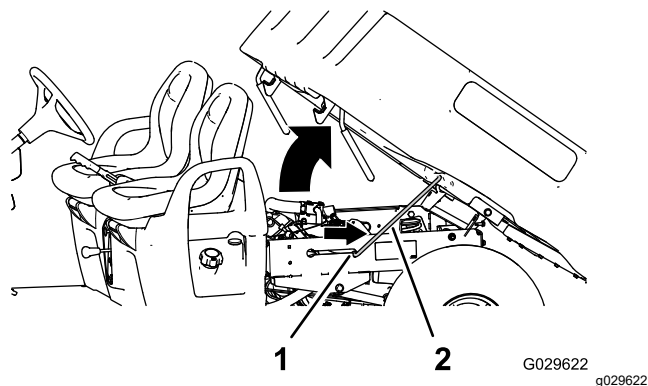

Рисунок 2
5. Вставьте опорную стойку в фиксирующий паз для удерживания кузова (Рисунок 2).